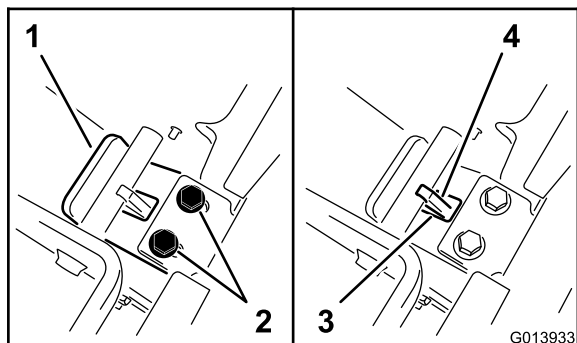

Figura 10
2. Manteniendo la presión sobre la chapa trasera, deslice la lengüeta hacia usted, hasta que el borde de la chapa de la lengüeta entre en contacto con el travesaño (Figura 10).